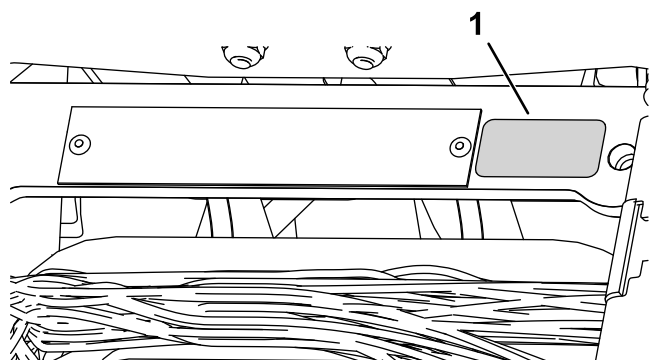

Figura 13
- Coloque la pegatina del año de producción junto a la placa con el número de serie (Figura 13).